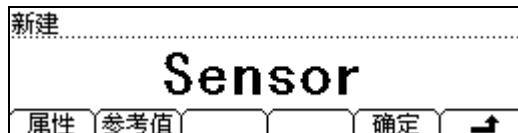

图 2-39 新建任意传感器界面
- 按 **↑** 键，完成参数设置，返回 **新建** 界面（图 2-39）。
(3) 按 **确定** 键（图 2-39），此时将出现 **保存** 和 **应用** 2 个菜单选项。